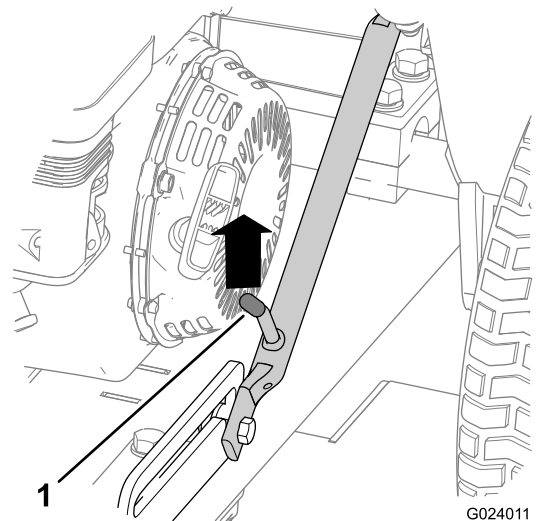

图 18
1. 向上推动挂钩组件直至门锁杆从滑块锁销中松开 图 18。